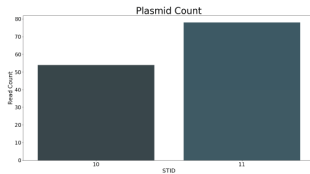

Figura 26 . Control de calidad del sistema integrado de trazabilidad
- **STIDs**: Comprobación de que el reactivo de trazabilidad obtenido coincida con el esperado (en caso de haber sido usado), como se muestra en la figura 26.